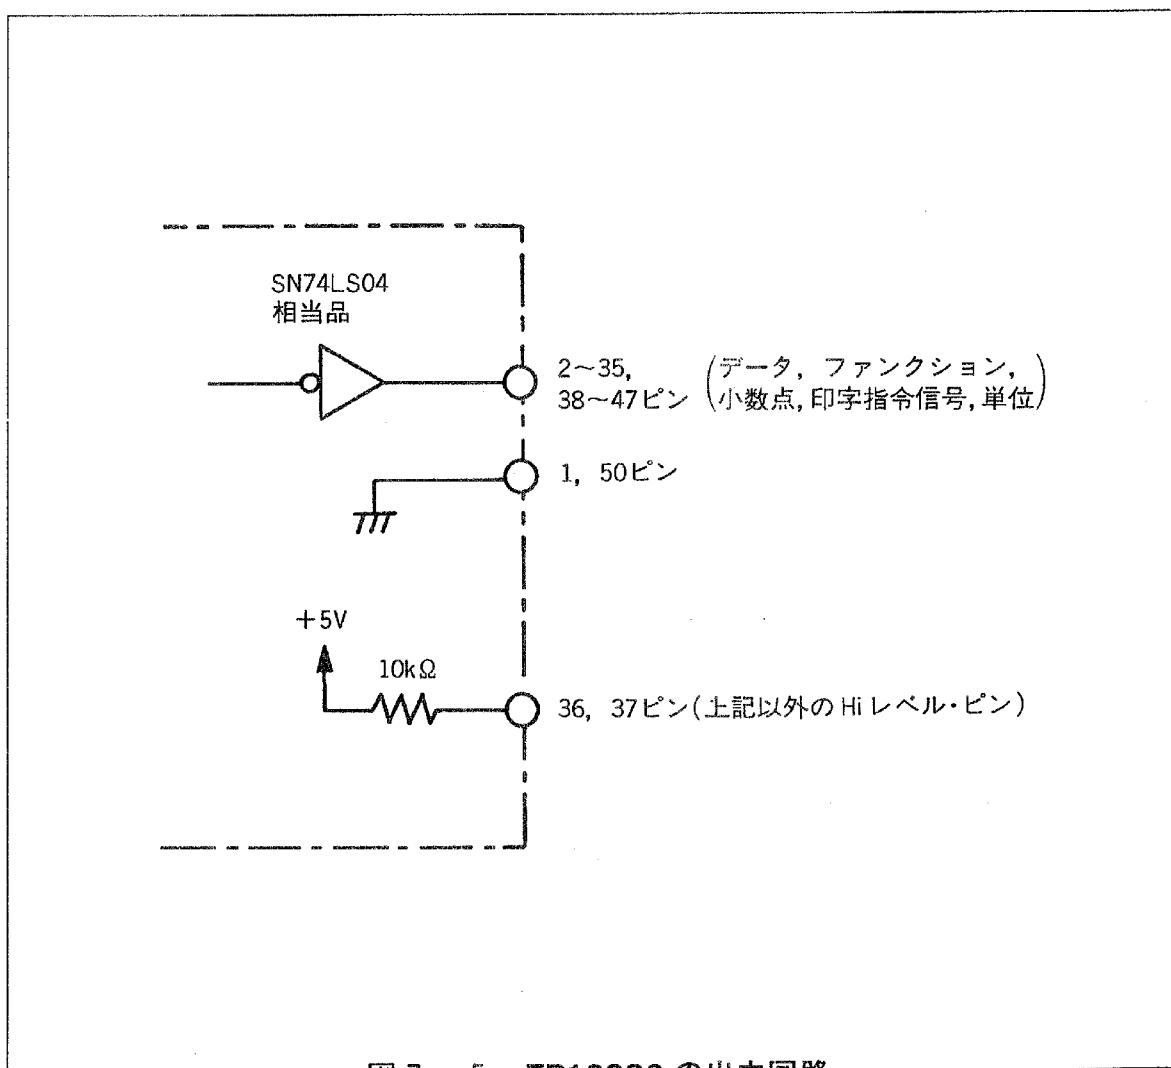

図7-5 TR13003 の出力回路
- (1) 接続する機器の入力レベルを確認して下さい。TR13003 の出力回路は、〔図7-5〕に示すようになっています。
- (2) 出力データは印字指令信号が出力されるタイミングで確立されますので、外部機器へのデータ取込みは印字指令信号をストロブ信号として使用して下さい。